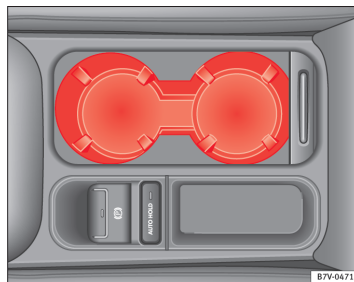

Fig. 116 I midterkonsollen foran: drikkevareholder
- For at *åbne* skal du skubbe afdækningen bagud ⇒ Fig. 116.